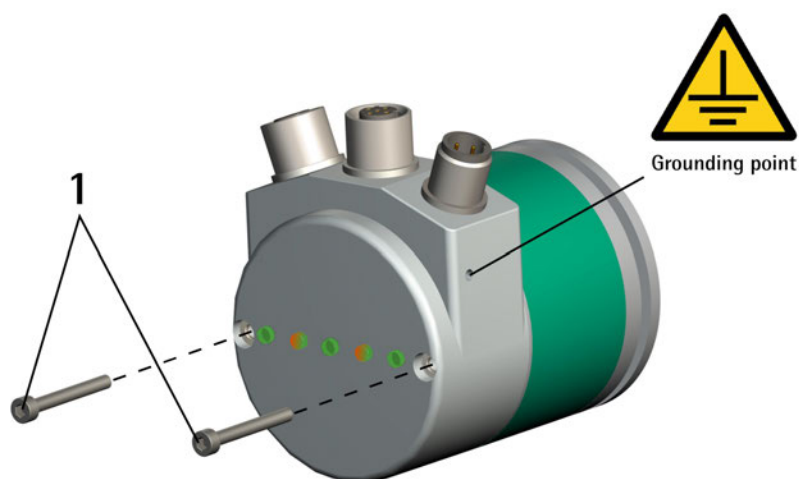

Figura 2 – Rimozione del coperchio dell'encoder
Per accedere al DIP switch DIP A predisposto per il reset dei parametri di configurazione della rete ai valori di fabbrica (valori di default) occorre rimuovere il coperchio. Per ogni informazione sulla rimozione del coperchio riferirsi alla sezione seguente "4.9 Coperchio encoder (Figura 2)".
- rimuovere il coperchio come spiegato nella successiva sezione "4.9 Coperchio encoder (Figura 2)";
- ripristinare il coperchio come spiegato nella successiva sezione "4.9 Coperchio encoder (Figura 2)";
4.9 Coperchio encoder (Figura 2)